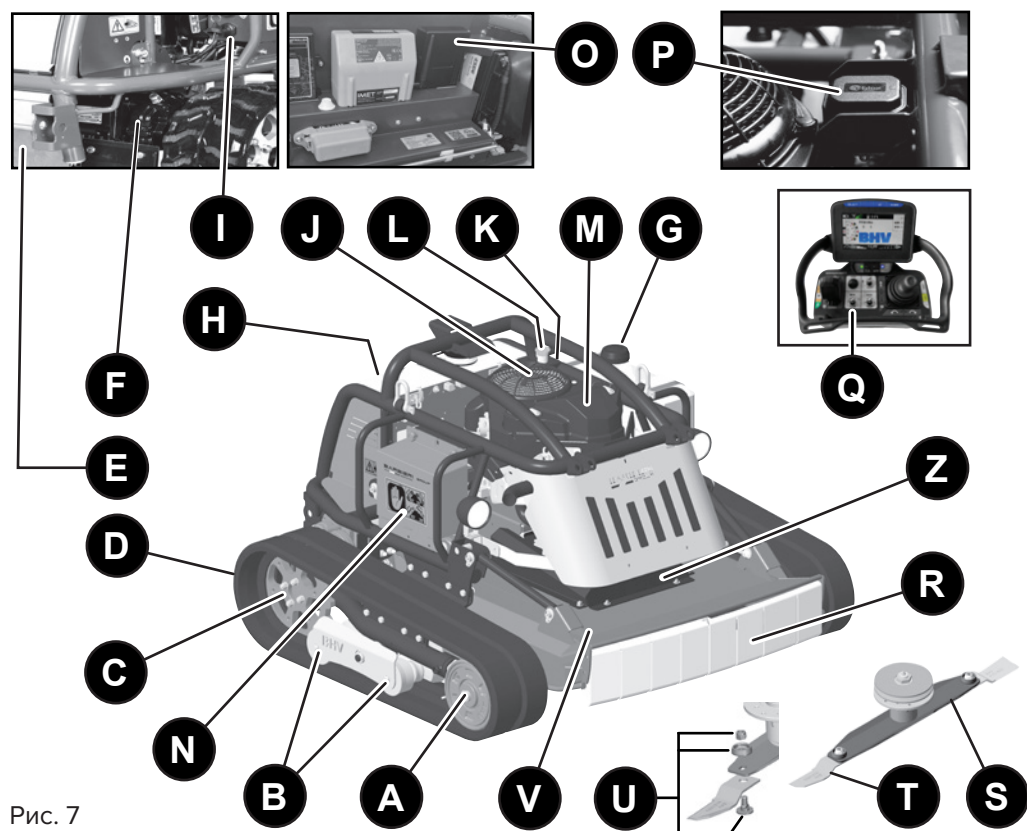
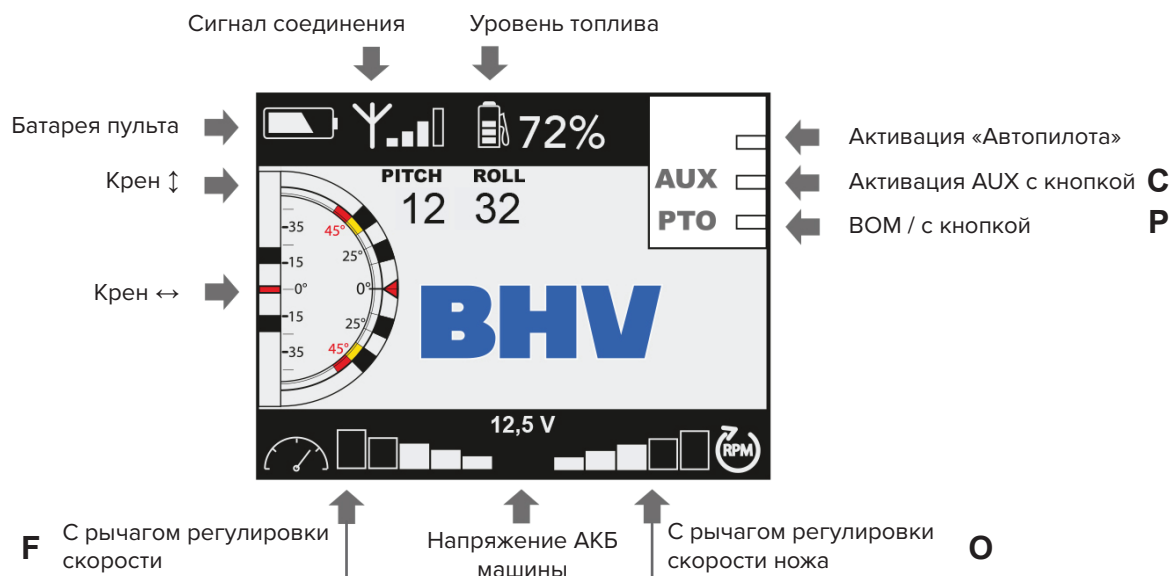

Рис. 7
Рис. 10
Двигатель оборудован воздушным фильтром. При эксплуатации в зонах с большим количеством сухой травы и пыли воздушный фильтр необходимо очищать очень часто (каждые 2 часа). Если к воздухозаборнику двигателя (Рис. 7 (J)) прилипают сухие травинки, пух и т.п., весьма вероятно, что они находятся и в воздушном фильтре, который необходимо очистить. (см. раздел "Техническое обслуживание", глава "Воздушный фильтр двигателя"). Засорение воздушного фильтра может привести к снижению производительности двигателя. Фильтр следует очищать ежедневно при нормальных условиях.
Для подключения радиоуправления нажмите зеленую кнопку А (Рис. 10) слева и подождите, пока зеленый (Н) и синий (L) индикаторы не начнут мигать. Когда обе лампочки замигают, снова нажмите зеленую кнопку А (рис. 10) на одну секунду, а затем отпустите ее. Оба индикатора перестают мигать, прекращается звуковой сигнал, и индикатор становится мигающим зеленым: радиоуправление подключено. В случае ошибки повторите процесс.
Запуск двигателя (Рис.10 - 11)
Переместите рычаг газа вверх (Рис. 10 (Q)) до упора.
Удерживайте нажатой кнопку (А), а затем нажмите кнопку (В) (Рис. 10), пока двигатель не запустится.
Опустите ручку газа на холостой ход и дайте двигателю прогреться. Теперь можно установить обороты двигателя, и значение отображается в виде гистограммы (Рис. 10).
Остановка двигателя (Рис. 10)
Чтобы выключить двигатель, нажмите красную кнопку аварийной остановки (Рис. 10 (O)). Двигатель сразу остановится. Вскоре после остановки не забудьте вернуть кнопку аварийной остановки в нормальное положение. Двигатель также можно выключить с помощью кнопки аварийной остановки в верхней части машины (Рис. 7 (L)), поворотом ключа зажигания (Рис. 7 (I)) или при прерывании радиосвязи с пультом дистанционного управления.
Этот рычаг реверсирует движение. Двигайте Джойстик (Рис.10 (G)) ВПЕРЕД постепенно и не будет двигаться вперед. Машиной можно легко управлять пальцем, который регулирует как скорость, так и направление. Можно изменить функцию джойстика, когда машина движется вперед и к вам (Рис. 13).
Дальнейшее снижение скорости происходит при уклоне более 45°, что отображается BeaConNet постоянным красным светом. Нормальную скорость движения можно восстановить с помощью кнопки рычага (E) на рис. 10.
2. Штекер 12 В, управляемый с помощью пульта радиоуправления (Aux) (Рис. 10 (C))
3. Штекер с полярностью включения электропривода (Рис.10 (M))